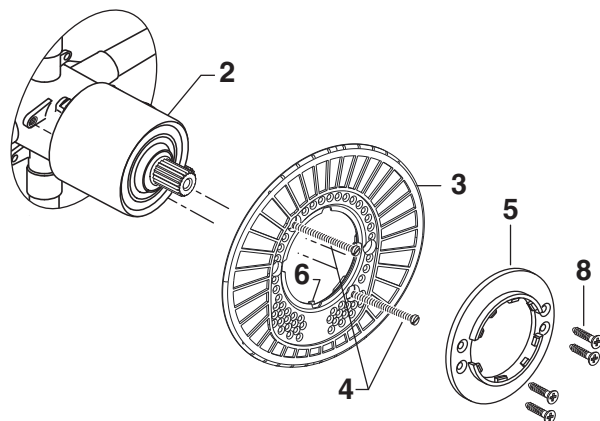

Figure 2.
- **Figure 2.** Poussez le PORTE-ÉCUSSE (3) sur le CAPUCHON (1) et fixez-les au corps de la valve à l'aide des LONGUES VIS (4). Montez le SUPPORT DE L'ÉCUSSE (5) sur le PORTE-ÉCUSSE (3) à l'aide de 4 VIS COURTES (6).